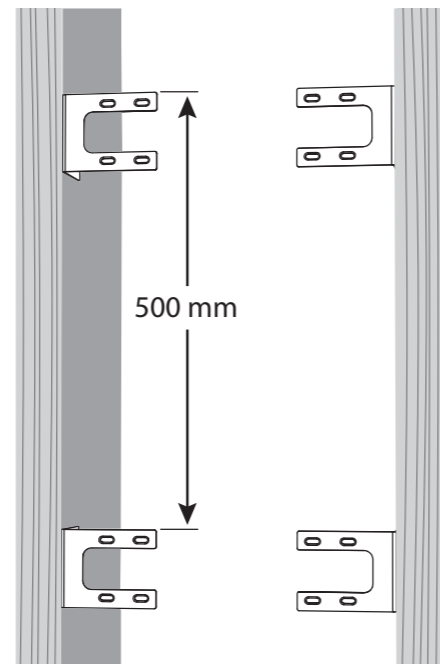

Fig. 1 Screw the back can brackets to the ceiling joists
2. Ustaw wsporniki tak, jak pokazano na Rys. 1, upewniając się, że dolne powierzchnie wsporników są zlicowane z dolną powierzchnią belek stropowych. Przymocuj każdy wspornik do belki stropowej za pomocą czterech śrub na wspornik.